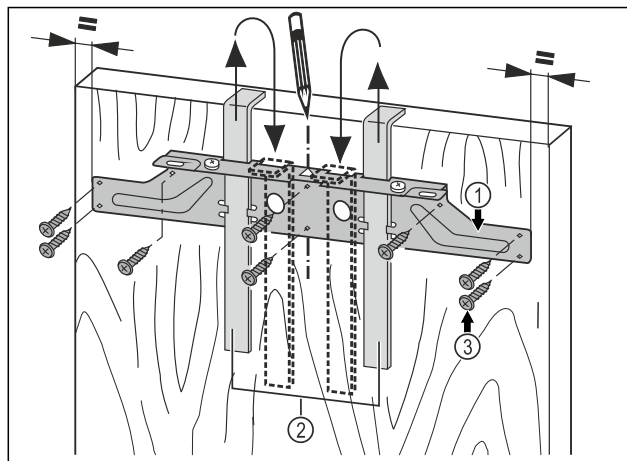

Fig. 45
- Akassza a rögzítő kereszttartót Fig. 45 (1) a szerelési segédeszközökkel Fig. 45 (2) a szekrényajtó belső oldalára.
- Igazítsa a rögzítő kereszttartót Fig. 45 (1) az ajtó közepére.
- Csavarozza fel a rögzítő kereszttartót Fig. 45 (1) legalább 6 csavarral Fig. 45 (3).
- Csavarozza fel a rögzítő kereszttartót Fig. 45 (1) 4 csavarral Fig. 45 (3) a szegélynél.
- Húzza ki felfelé a szerelési segédeszközöket Fig. 45 (2), és csúsztassa be őket elforgatva a mellettük lévő nyílásokba.